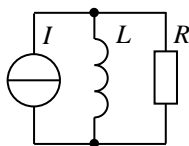

Рис. 1
2.2. Для каждой из цепей (рис. 1, 2) рассчитайте все токи и напряжения, сдвиг фаз между током источника и напряжением, а также полную, активную и реактивную мощности источника на частоте 1 кГц при токе источника $I = 10$ мА. Параметры сопротивления, индуктивности и емкости возьмите из таблицы по номеру варианта.